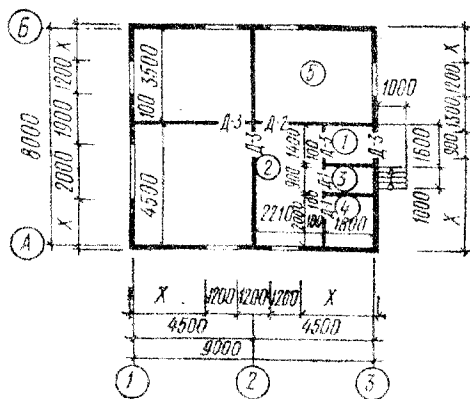

Рис. 3
- Вариант 3. Капитальные стены из кирпича. Толщина наружных стен 510 мм, привязка 310-200 мм. Торцовые стены с односторонней привязкой. Внутренние капитальные стены толщиной 380 мм, привязка центральная. Толщина стен лестничной клетки 380 мм, привязка 280-100 мм. Размер 100 мм за счет ширины лестничной клетки. Высота ограждений крыши 500 мм, лестничных маршей - 900 мм. Оконные и дверные проемы в капитальных стенах с четвертями. Ширина лестничного марша 1350 мм (рис. 3).